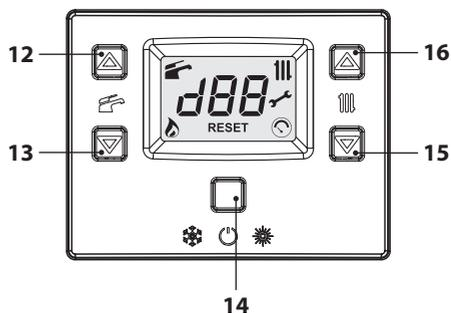
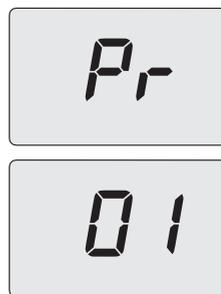
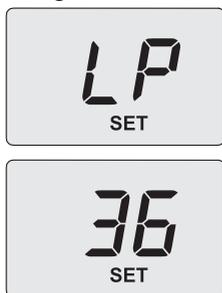

Figura 9.8
Figura 9.9
Figura 9.11
- Entrare in "modalità programmazione" premendo contemporaneamente per 10 secondi i tasti 14-15-16 (Figura 9.8) fino a far apparire sul display LCD le lettere **Pr** che si alternano al numero del parametro **01**, indicanti l'entrata nel "parametro 01" (Figura 9.9).
- Scorrere i vari parametri utilizzando i tasti 15 o 16 (Figura 9.8) fino a far apparire sul display LCD le lettere **Pr** che si alternano al numero del parametro **09**, indicanti l'entrata nel "parametro 09" (Figura 9.10).
- Utilizzando i tasti 12 o 13 (Figura 9.8) è possibile scorrere i vari valori di regolazione.
- Selezionare il parametro **1**, premere il tasto 14 (Figura 9.8) per confermare. Sul display appare **LP** alternato alla temperatura minima sanitaria (Figura 9.11).
- Per uscire, premere il tasto 14 (Figura 9.8) e togliere alimentazione elettrica.